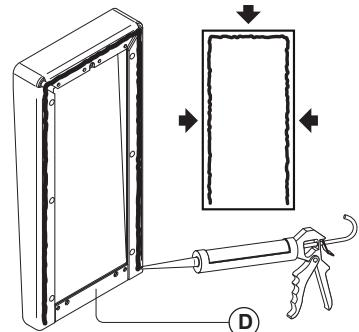
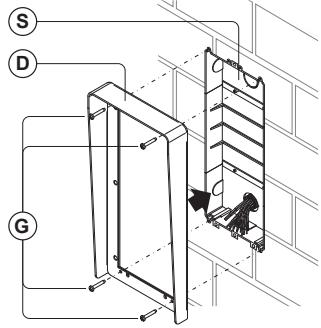

Fig. 3
Fig. 4
4. Il est possible de monter une protection anti-pluie (D) (**Fig. 3 et 4**) en utilisant les vis (G) (**Fig. 4**) fournies. La protection a le double objectif de protéger de la pluie et de cacher les éventuels défauts de maçonnerie ;
**⚠ Pour prévenir les infiltrations d'eau, si la surface du mur n'est pas parfaitement plane, il est vivement conseillé de mettre du silicone sur le côté droit, gauche et supérieur à l'arrière de la protection anti-pluie (D) (**Fig. 3**) ;**